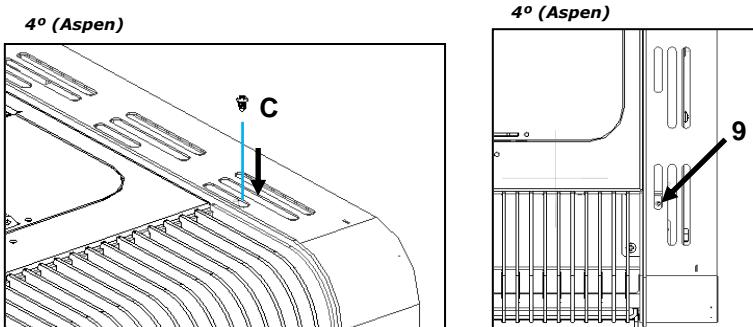

Figura 40 – Fixação das envelopantes Aspen
i) Por fim, fixar um parafuso **C** (DIN 7981 4,2x9,5) no furo **9**, como indica a Figura 40.